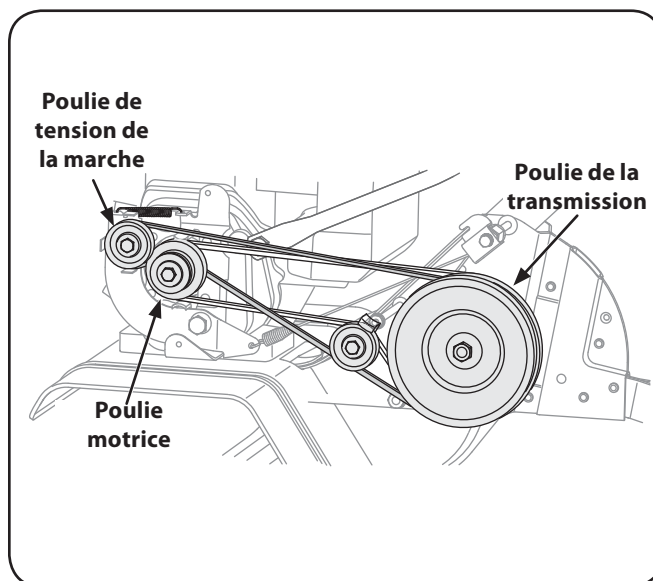

Fig. 7-2
3. Dégagez la courroie de la poulie de la transmission et de la poulie de tension de la marche arrière. Voir la Fig. 7-2.
4. Installez la courroie neuve en suivant les instructions dans l'ordre inverse. Assurez-vous que le côté le plus large de la courroie est placé contre les poulies de la transmission et de tension et que le côté plus étroit passe sur la poulie motrice. Voir la Fig. 7-2.
REMARQUE : Vérifiez que la courroie passe sur la poulie de tension et entre les guides de courroie de la poulie motrice. Voir la Fig. 7-2.